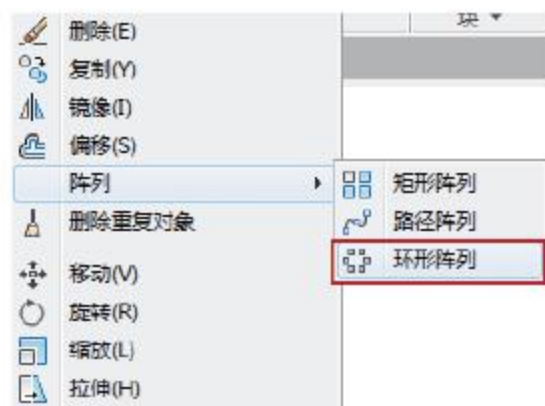

图4-51 选择命令
- 菜单栏：选择菜单【修改】|【阵列】|【环形阵列】命令，如图4-51所示。